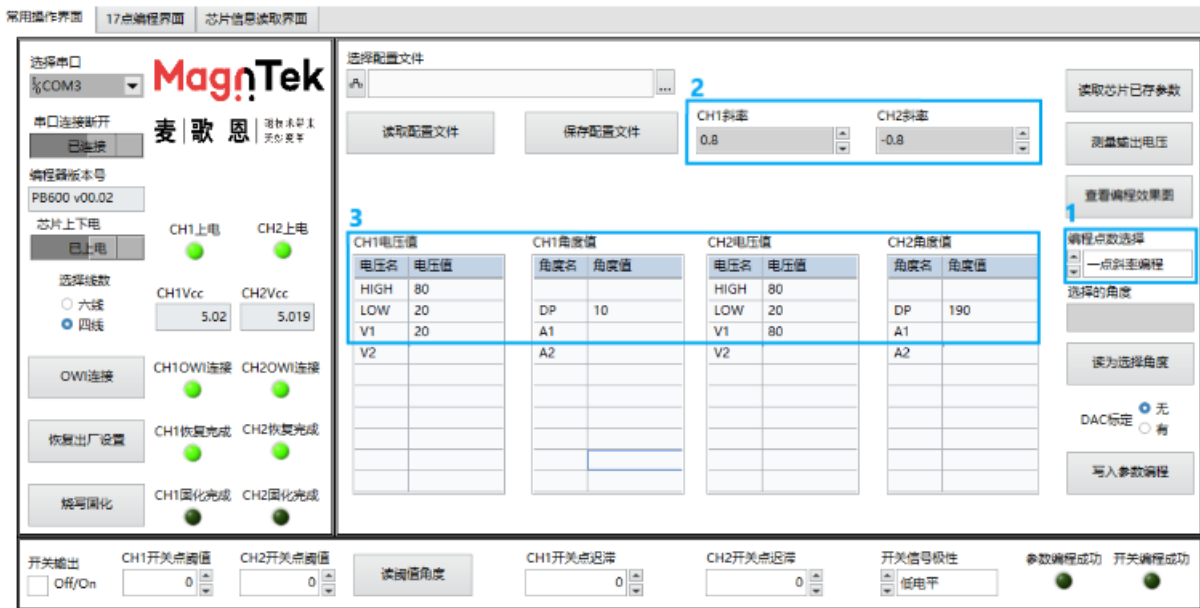

图 5.1.10 选择一点斜率编程并填入固定参数
- 9、填写上述参数至对应的参数栏中。‘HIGH’、‘LOW’、‘V1’及斜率为固定参数，填入后重复编程时始终保持不变。‘A1’参数由手动控制，为芯片当前的实际角度值，‘V2’及‘A2’参数为上述参数通过计算得出的编程理论值，会随着‘A1’的变化而改变（图 5.1.10）。单击 CH1 的 ‘DP’ 对应的“角度值”框，将磁铁（传感器）角度置于整个行程约中间的位置，稳定后单击“读为选择角度”按钮读取当前芯片角度值，并将当前值加 180° 的值显示在 CH1 和 CH2 的 ‘DP’ 角度值中。